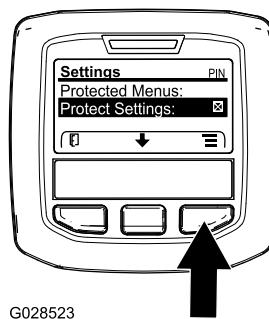

Рисунок 24
1. В MAIN MENU (Главном меню) с помощью средней кнопки прокрутите меню вниз к пункту SETTINGS MENU (НАСТРОЙКИ), и нажмите правую кнопку (Рисунок 24).